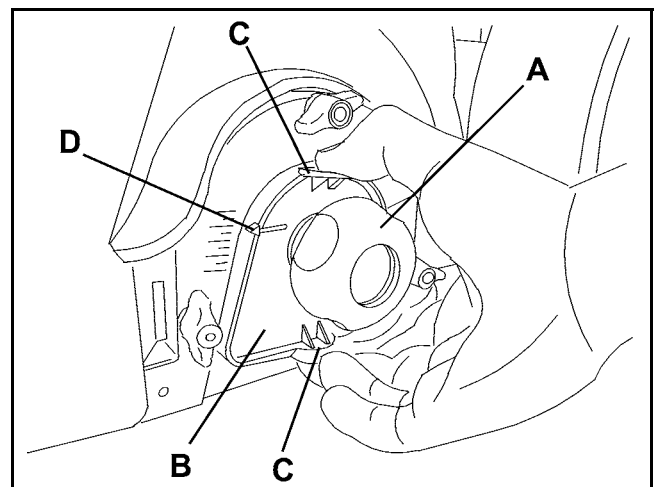

Figure 11
3. Desserrer la poignée (A, Fig. 11) sur les deux côtés de la machine.
4. Saisir le support (B, Fig. 11) aux points (C) et le déplacer vers l'extérieur, puis le soulever ou l'abaisser pour régler la hauteur du balai central ; pour l'ampleur du déplacement, se référer au repère (D). Enfin, visser et serrer la poignée (A) sur les deux côtés de la machine.